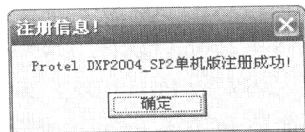

图 1-19 注册成功窗口
- (3) 单击 **注册生成** 按钮，系统会弹出“注册信息！”对话框，如图 1-19 所示。